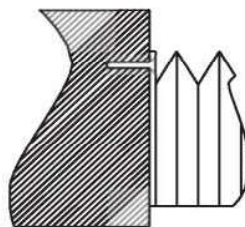

рис. 3
- мех крепится к фланцу полускладкой (рис. 3). В этом случае фланец меха с внешней стороны свободен для доступа. Болт протягивается через отверстие во фланце меха и ввинчивается в резьбу стенки станка.